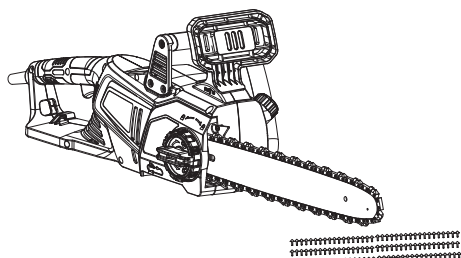

Fig. 11
1. Asegúrese de que la espada (9) y la cadena (8) están en su lugar al comprobar el suministro de aceite.
2. Arranque el producto; déjelo en marcha sin carga y compruebe si el aceite de cadena se suministra como se muestra en la figura (Figs. 11, 12).